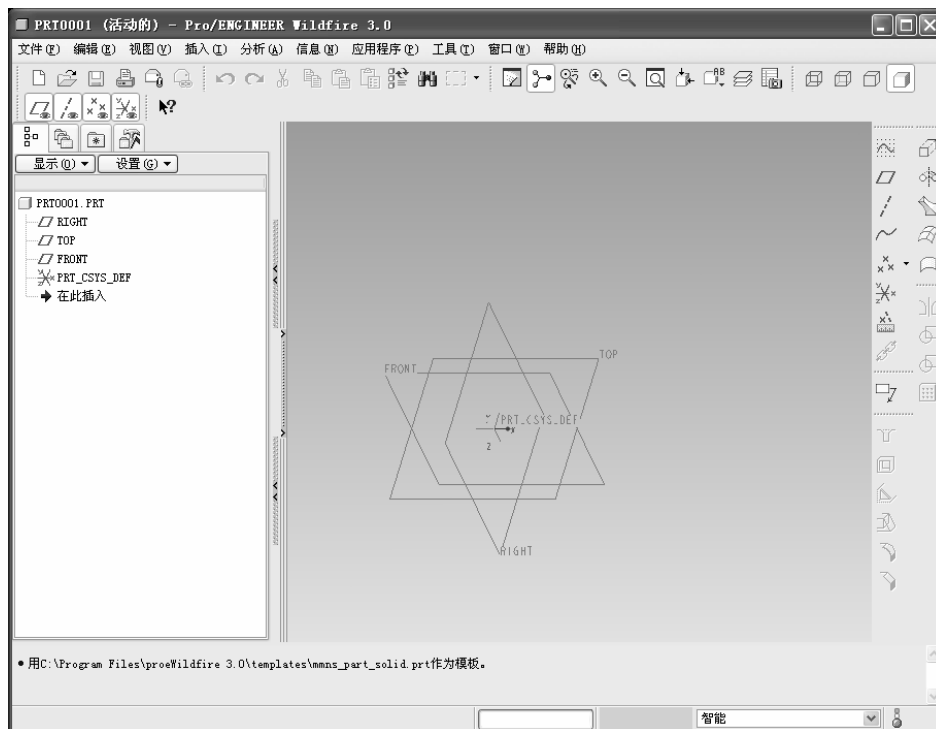

图 1.2.2 零件造型工作界面
(2) 在主菜单中选择【文件】|【新建】命令，在弹出的【新建】对话框中选择【零件】类型，输入文件名后单击【确定】按钮，则 Pro/ENGINEER Wildfire 3.0 将显示如图 1.2.2 所示的实体零件造型界面。此界面窗口左侧滑动面板已转换成【模型树】或【层树】滑动面板，窗口的上侧及右侧分布有各种工具栏，窗口右下角显示为【选取过滤器】，且处于缺省的【智能】设置状态。